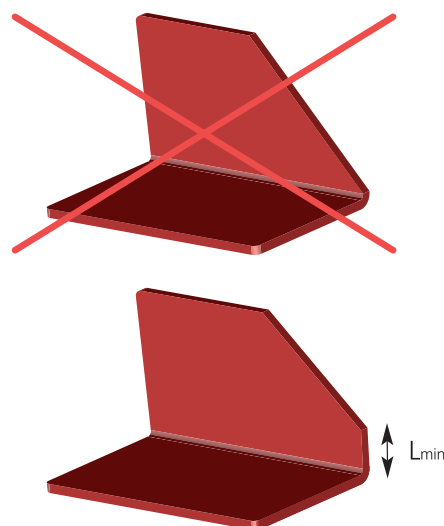

Fig. 8.22
- Vermijd schuine kanten aan de buigrand. Deze vervormen tijdens het zetten. De minimale hoogte waarvan de schuine kant mag beginnen is: $\frac{1}{2} \times \text{groefbreedte} + \text{plaatdikte} = L_{\min}$. (Fig. 8.22)